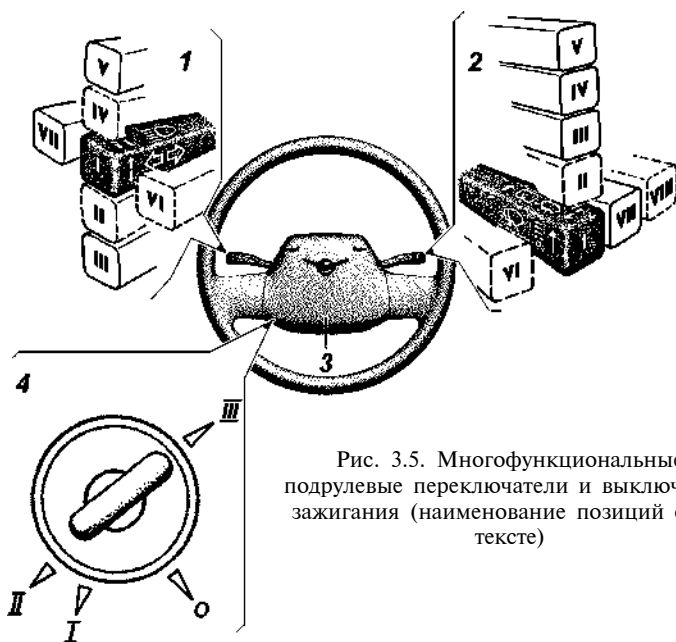

Рис. 3.5. Многофункциональные подрулевые переключатели и выключатель зажигания (наименование позиций см. в тексте)
- 2 — выключатель зажигания (рис. 3.5);
- 4 — multifunctional подрулевые переключатели (рис. 3.5);
Многофункциональные подрулевые переключатели и выключатель зажигания (рис. 3.5):